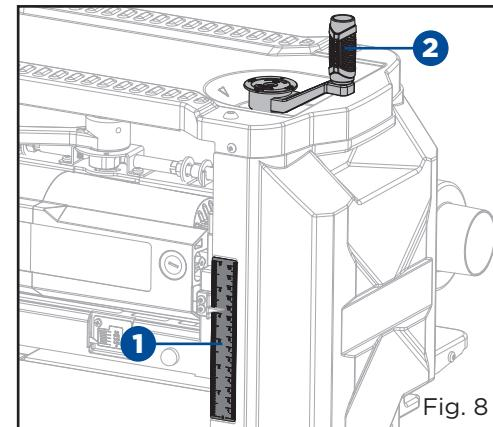

Fig. 8
**RÉGLAGE DE LA PROFONDEUR (Fig. 8)****Échelle de profondeur**
- L'échelle de profondeur (1), située à l'avant droit de votre raboteuse, indique l'épaisseur finie de votre pièce. Une rotation de la poignée de réglage de la tête de coupe est égale à 1/16 po (1,6 mm), la demi-rotation est égale à 1/32 po (0,8 mm), etc.
- tourner la poignée de réglage de la tête de coupe (2) dans le sens horaire abaisse la tête de coupe. Tourner la poignée de réglage de la tête de coupe (2) dans le sens antihoraire lève la tête de coupe.
**RÉGLAGES FINS (Fig. 8)**